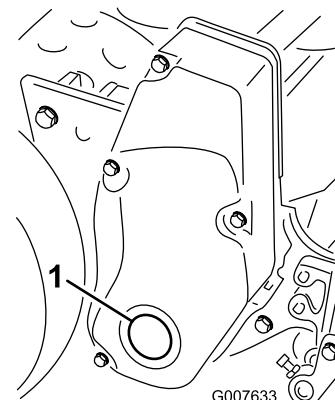

Bild 63
1. Nehmen Sie die Schraube in der rechten Spindelantriebsabdeckung ab (Bild 63).